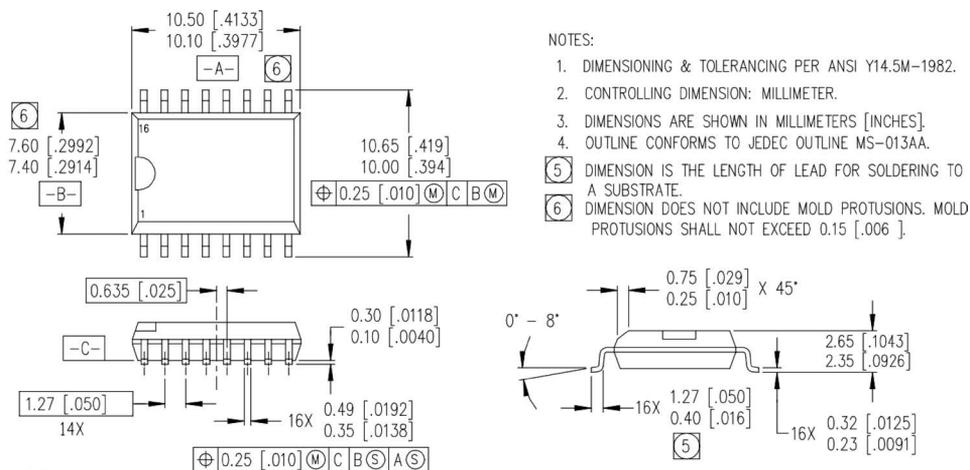

图 3-25 IR2113 的 PCB 元件尺寸
绘制 16 引脚的贴片型 IR2113 的 PCB 封装,如图 3-25 所示。
根据图 3-25 中的标注可知,长度的单位为毫米(mm),[]中的数字为对应的英寸(inches),前面已经学过单位转换关系: 1 inches=1 000mils=25.4mm。
(3) 单击 Next 按钮后,进入焊盘尺寸设置。从图 3-25 中可知,每个引脚的宽度为 0.0138~0.0192,预留引脚与焊盘间的缝隙,可将引脚的宽度设置为 0.03inch,即 30mil,同理引脚长度设置为 80mil,如图 3-29 所示。